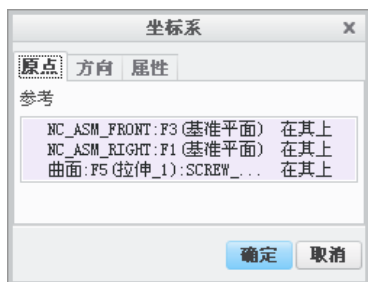
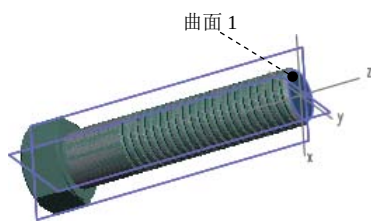

图 4.2.19 “坐标系”对话框
图 4.2.20 创建坐标系
Step5. 机床坐标系设置。在“操作”操控板单击按钮，在弹出的菜单中选择命令，系统弹出图 4.2.19 所示的“坐标系”对话框。按住 Ctrl 键依次选择 NC_ASM_FRONT、NC_ASM_RIGHT 基准面和图 4.2.20 所示的模型表面作为创建坐标系的三个参考平面，单击**确定**按钮完成坐标系的创建，返回到“操作”操控板。单击按钮，系统自动选中刚刚创建的坐标系作为加工坐标系。